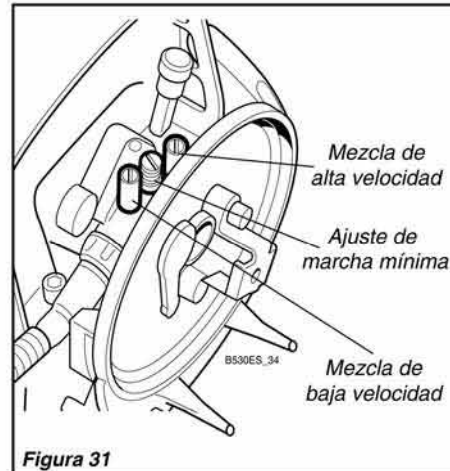

Figura 31
2. Si el accesorio de corte gira mientras el motor está en marcha mínima, dele vuelta al tornillo de ajuste de marcha mínima en el sentido contrario a las agujas del reloj hasta que el accesorio de corte deje de girar. Consulte la figura 31.
El tornillo de mezcla de alta velocidad debe ser ajustado de forma que la velocidad máxima del motor no exceda 11,000 RPM sin una carga. Consulte la figura 31.